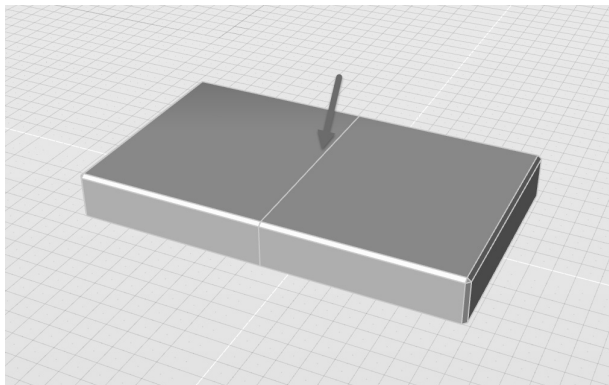

图 7-22 增加一条循环边
2) 借助“添加循环边”工具, 在坐垫上增加一条循环边, 如图 7-22 所示。